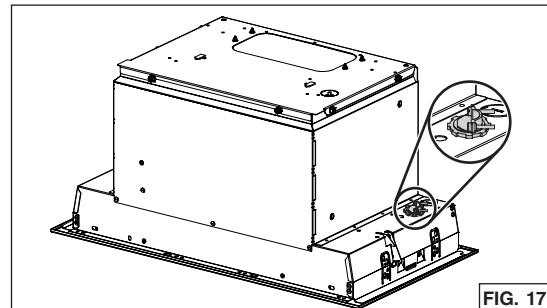

FIG. 17
4. Perforer **une** des deux ouvertures préamorcées (en gris dans la FIG. 17). Installer un serre-fils approprié de 7/8 po de diamètre (non inclus).